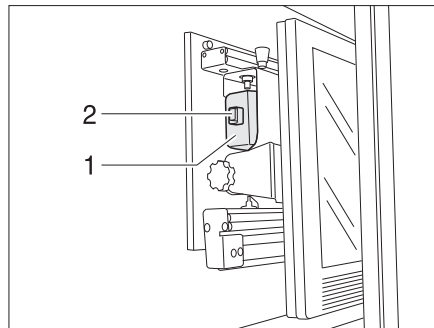

Fig. 10 Soporte en el armario de TV
- Girar el televisor a la posición inicial (Fig. 10) y, de ser esto necesario, hacerlo engatillar.
- Empujar el soporte para la pantalla plana completamente hacia atrás deteniéndolo en el tirador (Fig. 10,1). El pestillo (Fig. 10,2) se enclava.